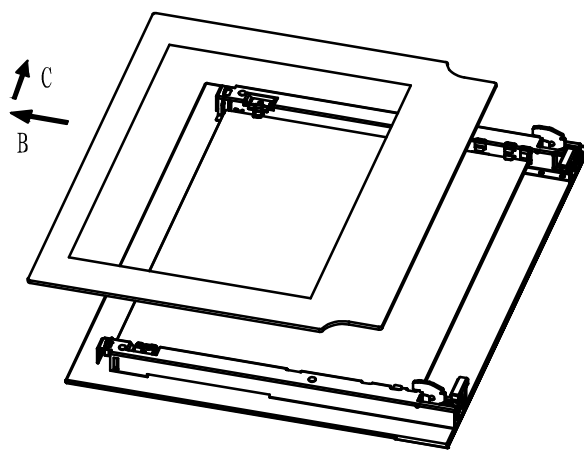

Рис.12-2
2. Медленно снимите внутреннее стекло. (Рис. 12-2)